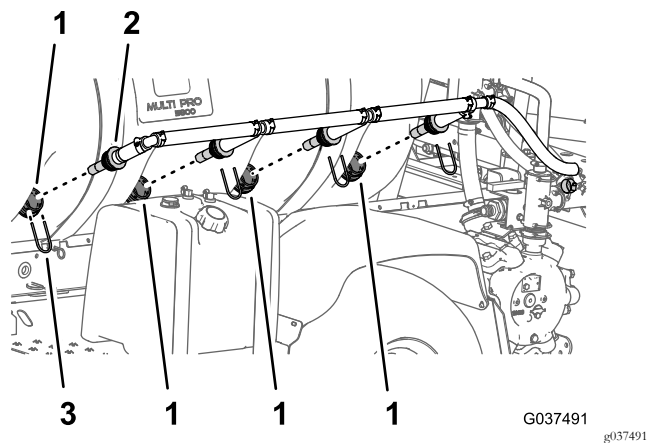

Рисунок 33
- На боковой стороне бака снимите 4 держателя, которые крепят сопла перемешивания к переходному штуцеру в стенке бака (Рисунок 33).
- Снимите все сопла и подсоединенные шланги с машины (Рисунок 33).